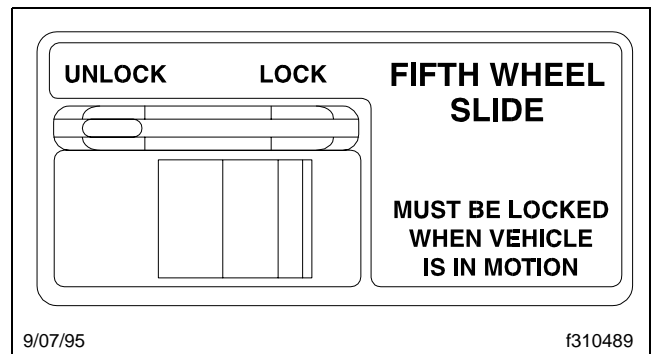

Figura 10.18, Control de la placa deslizante de la quinta rueda, ubicado en la cabina
- 2.1 Para los modelos con liberación por aire, ponga el interruptor de control operado desde la cabina (**Figura 10.18**) en UNLOCK (desbloqueo).